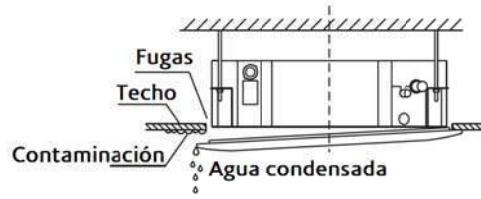

Fig. 5-14
- El funcionamiento incorrecto que puede ver en la fig. 5-14 puede deberse a un apriete inadecuado de los tornillos.